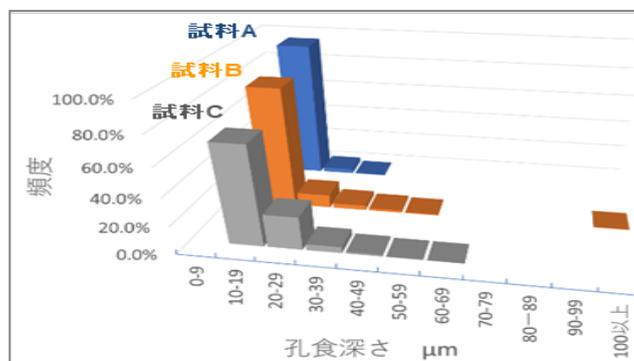

図6 孔食深さヒストグラム
- 孔食深さ測定結果はヒストグラム(図6)での比較や、極値統計など、各種腐食解析に活用できます。